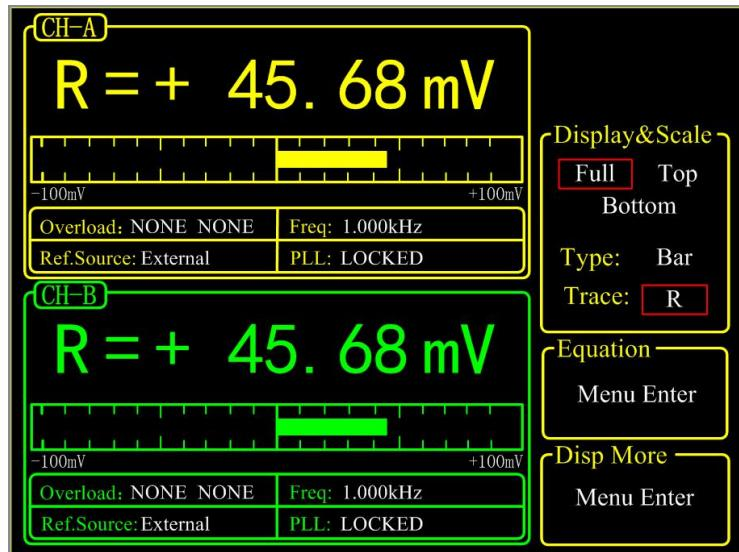

图 23. &lt;Full&gt;-&lt;Polar&gt;显示
1)<Bar>：条形图，条形图的长度可根据实际的 R 值与满刻度的比例来改变显示的长度，对于当前的 R 值百分比情况的显示会十分直观。如图 23 所示。